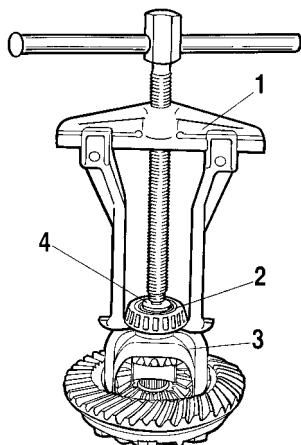

Рис. 3-65. Снятие внутреннего кольца подшипника коробки дифференциала универсальным съемником A.40005/1/6:
- снимите внутренние кольца 2 (рис. 3-65) роликовых подшипников коробки 3 дифференциала, пользуясь для этого универсальным съемником A.40005/1/6 и упором A.45028;